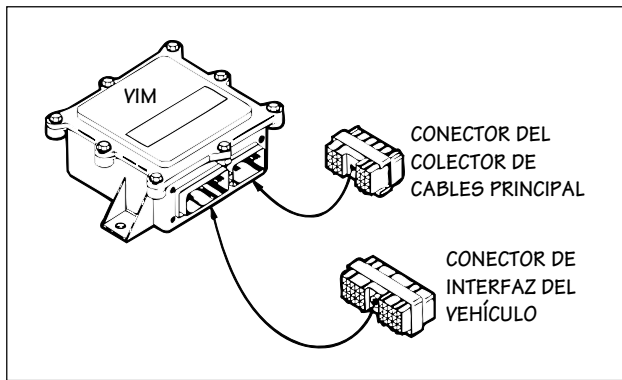
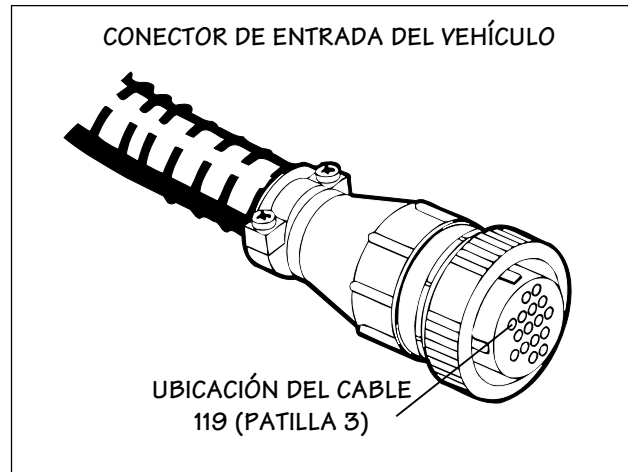
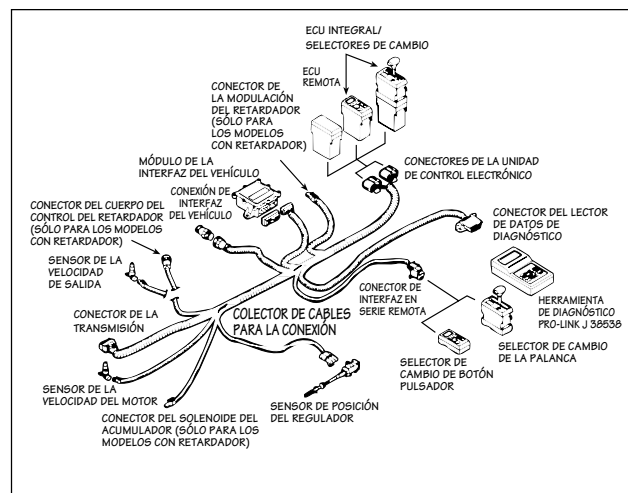

FIG. 5
FIG. 3
FIG. 4
4. Localice el Módulo de Interfaz del Vehículo (VIM). El VIM típicamente se encuentra localizado cerca de la ECU. Consulte la Fig. 4 (página 4) para la localización del mismo. El Conector de Interfaz del Vehículo es un conector rectangular y de 30 patillas, ubicado en la esquina izquierda inferior del VIM. Consulte la Fig. 5 para la localización del Conector de Interfaz del Vehículo.
- Localice el Conector de Entrada del Vehículo. En la Fig. 3 se ilustra el Conector de Entrada del Vehículo de Allison. Consulte la Fig. 4 para la ubicación del Conector de Entrada del Vehículo.